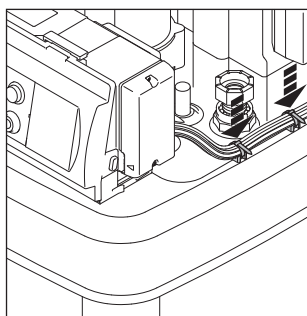

Figura 4-27 Fissare i cavi al serbatoio ad accumulo.
- Fissare il cablaggio esterno al contenitore del bollitore (figura 4-27).